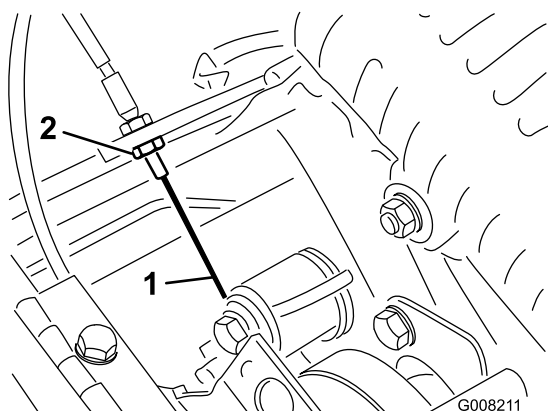

図 43
3. 走行ケーブルの前ジャムナットをゆるめ、後ジャムナット 図 43 を締めてケーブルの張りを出し、3-4 kgの力で走行コントロールがつかないようにする力の計測はコントロールノブの部分で行う。